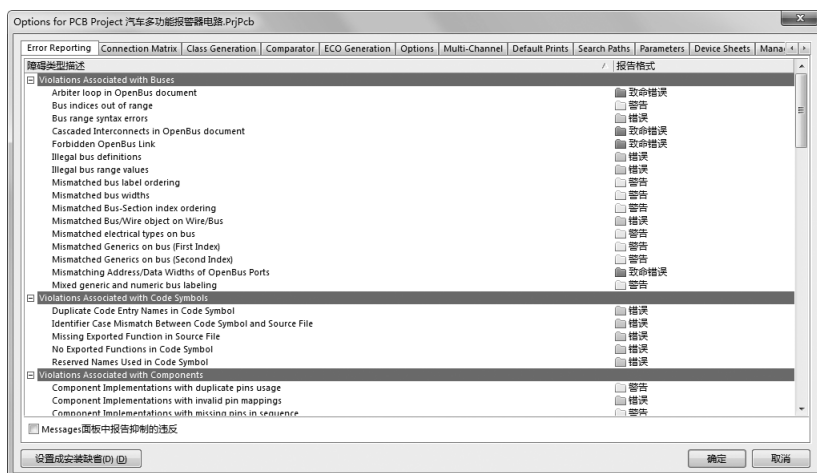

图 6-24 工程属性对话框
(1) 选择菜单栏中的“工程”→“工程参数”命令, 弹出工程属性对话框, 如图 6-24 所示。在“Error Reporting”(错误报告)选项卡的 Violation Type Description 列表中罗列了网络构成、原理图层次、设计错误类型等报告信息。
(2) 单击 Connection Matrix 选项, 显示“Connection Matrix”(连接检测)选项卡。矩阵的上部和右边所对应的元件引脚或端口等交叉点为元素, 单击颜色元素, 可以设置错误报告类型。
(3) 单击 Comparator 选项, 显示“Comparator”(比较)选项卡。在“Comparison Type Description”(比较类型描述)列表中设置元件连接、网络连接和参数连接的差别比较类型, 本例选用默认参数。